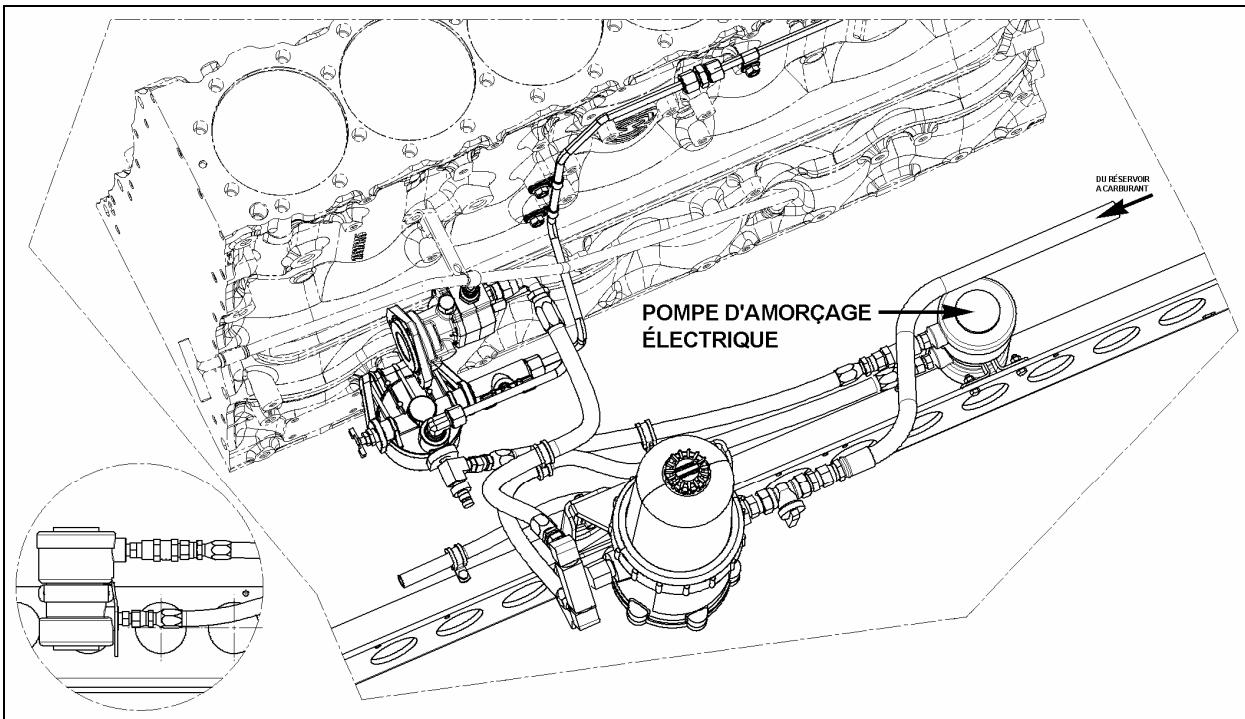

FIGURE 4 : ANCIENNE INSTALLATION
1. Tel que mentionné précédemment, retirer la pompe du berceau-moteur (Voir la figure 4).